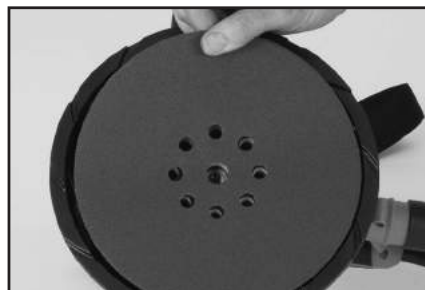

Fig. 4
- Achten Sie darauf, dass die neun (9) Löcher in der Schleifscheibe exakt auf den neun (9) Löchern im Stützteller übereinander liegen. **(Abb. 4)**